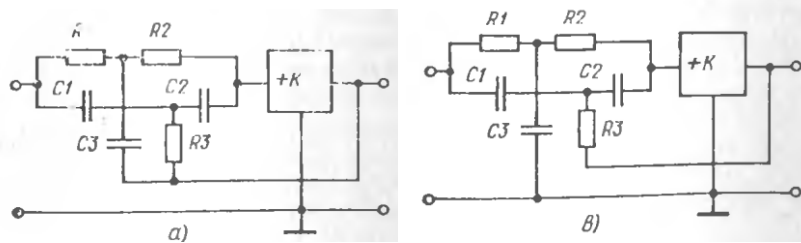

Рис. 3
9. Разъясните, в чем преимущество схем рис. 3, б перед схемой рис. 3, а.